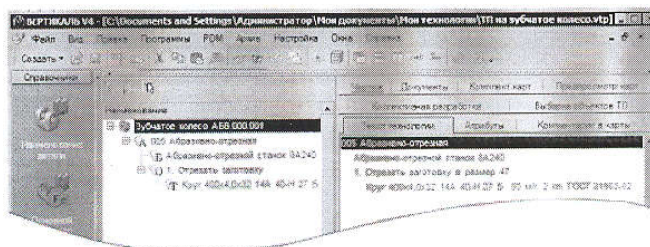

Рисунок 20
5. Дерево ТП и текст технологии теперь выглядят так, как показано на рис. 20.